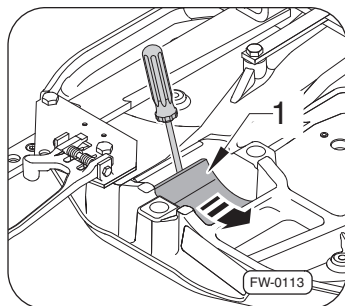

Рис. 39 · Замена опоры
2. При помощи отвертки отожмите вкладыши подшипников ⇒ рис. 39, —стрелка 1— из кармана подшипника.